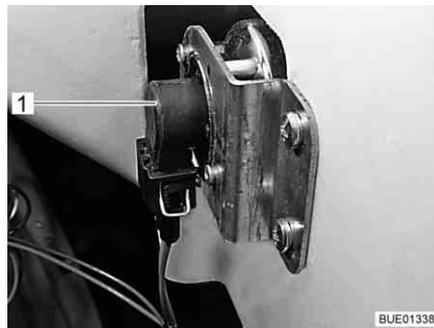

Fig. 260 Indicateur de direction
- Placer la main derrière le support de lampe (Fig. 260,1).